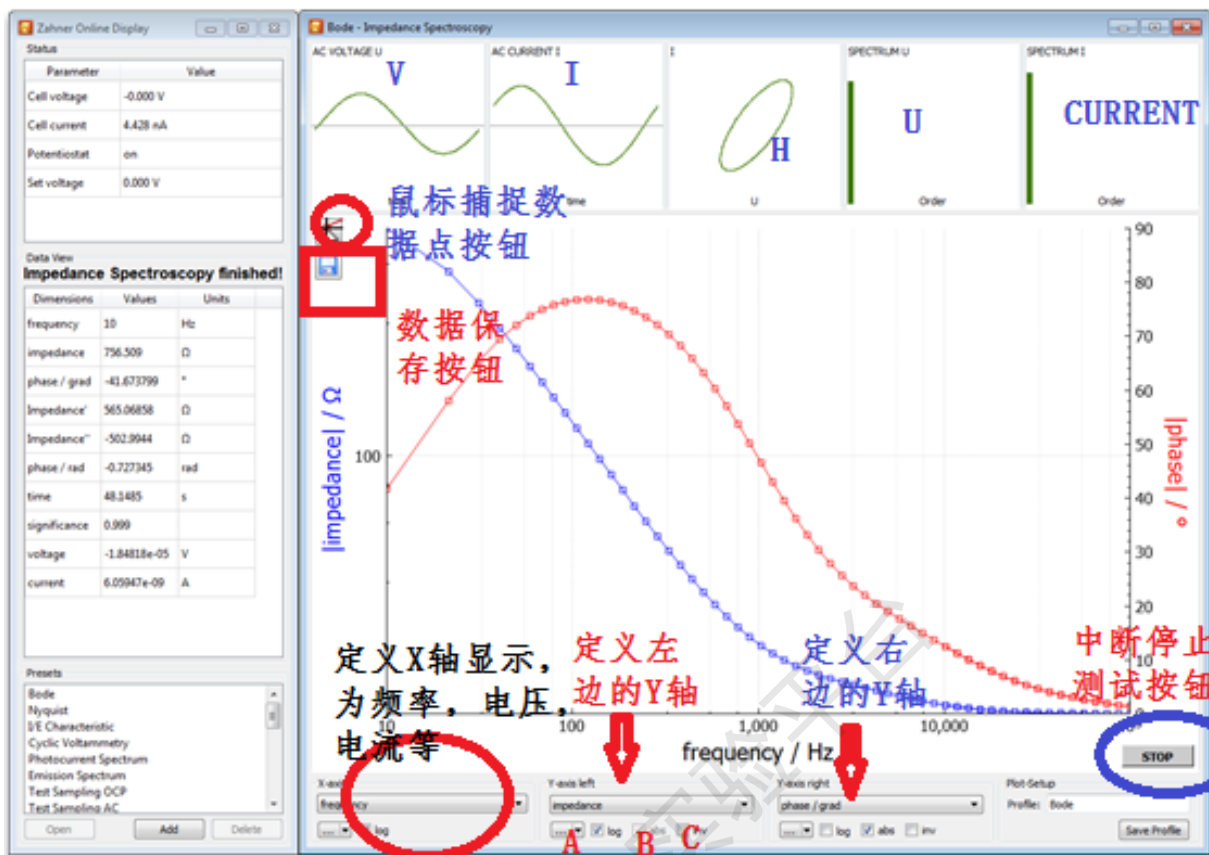

图 6-7
2. 开路电压下的 EIS 测试参数设置完成, 可以点击 Start 开始测试。测试过程显示(图 6-7): V: 加载的正弦波信号图形; I: 响应的正弦波图形; H: 加载信号的稳定性; U: 电压信号的响应强度; CURRENT: 电流信号的响应强度; A: 是否对当前轴的数据显示取对数; B: 是否对当前轴的数据显示取绝对值; C: 是否对当前坐标轴的数据显示取反。